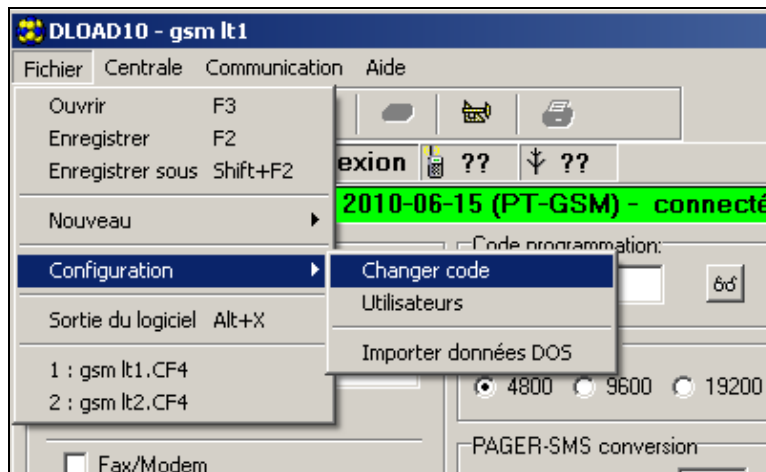

Fig. 11. Fonctions d'accès au logiciel DLOAD10.
1. Dans le menu « Fichier », sélectionner « Configuration », ensuite « Changement de code » (voir : fig. 11).
Le programme permet d'obtenir l'accès sur la base de codes supplémentaires pouvant être programmés et pour lesquels le niveau d'autorisations peut être défini (dans le menu « Fichier », sélectionner « Configuration », ensuite « Utilisateurs du programme » – voir : fig. 11).